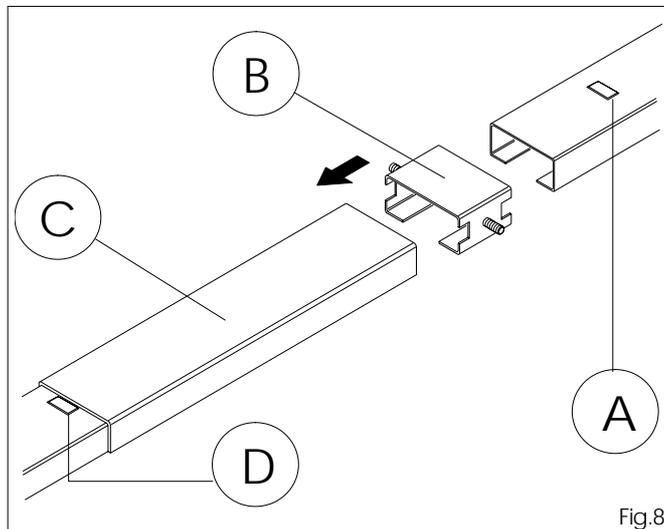
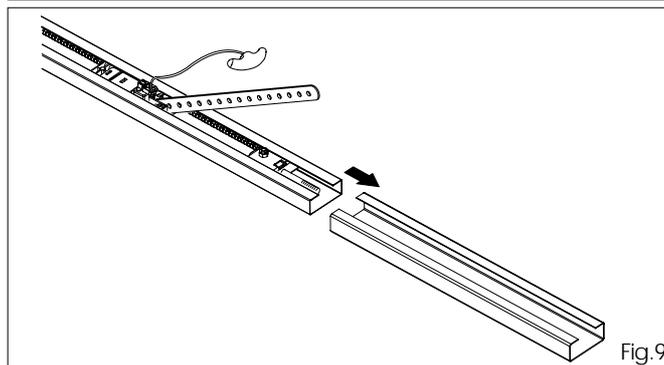
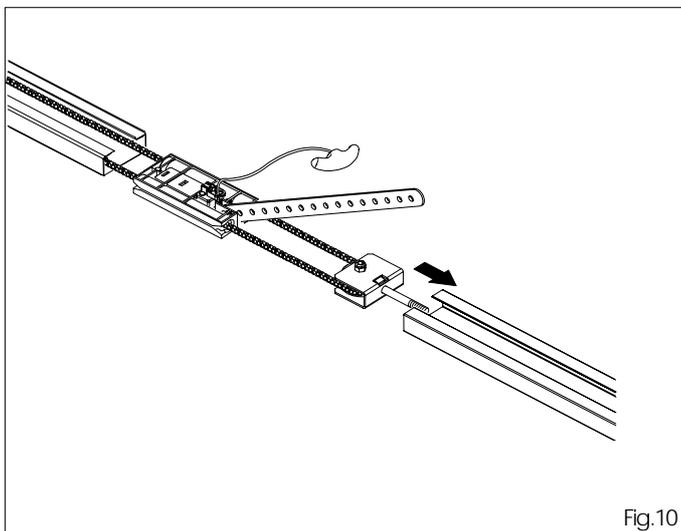

Fig.8
Fig.9
Fig.10
5.2 Per l'operatore 530 è consigliato utilizzare l'apposita guida optional (fig.8 rif.B) inserendola nella slitta centrale(fig.8 rif.C).
5.3 Inserire il longherone con catena nella slitta centrale (fig.9) fino a battuta con il rilievo metallico(fig.8 rif.D).
5.4 Inserire nel gruppo precedentemente montato un nuovo longherone (fig.10), accertandosi che il rilievo metallico indicato in Fig.8 rif.A vada a contatto con la slitta centrale.